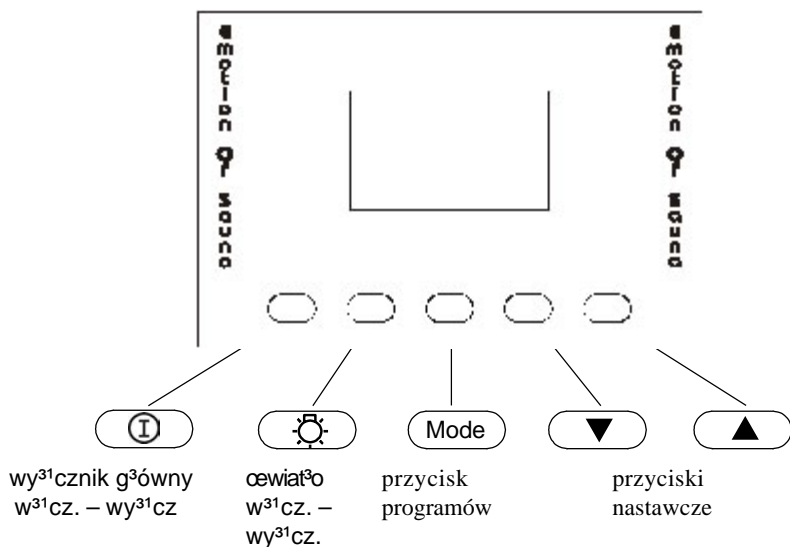

**Rys. 10**
4. Przewody ogranicznika (bia³e) i czujnika temperatury (czerwone) proszê umocowaæ poprzez zaciœniêcie zgodnie z rys. 10 na p³ytce obwodu drukowanego czujnika: Nastêpnie wcisn¹æ p³ytkê obwodu drukowanego czujnika w obudowê, a¿ do jej zatrzaœniêcia.